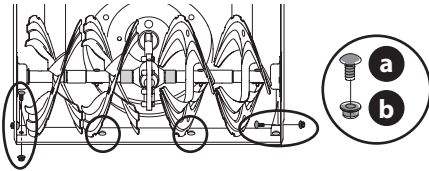

Figure 81
3. Retirez les boulons de carrosserie (a) et les écrous hexagonaux (b) qui fixent la lame de raclage au boîtier des tarières. Voir Figure 81.
4. Installez la lame de raclage neuve et vérifiez que la tête des boulons de carrosserie est placée à l'intérieur du boîtier. Serrez bien. Voir Figure 81.